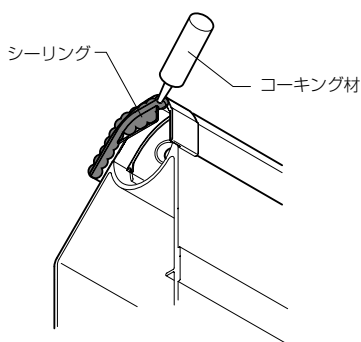

図8
- ①自在桁キャップが取付く自在桁カバーキャップに、コーキング材を塗布してください。(図8)